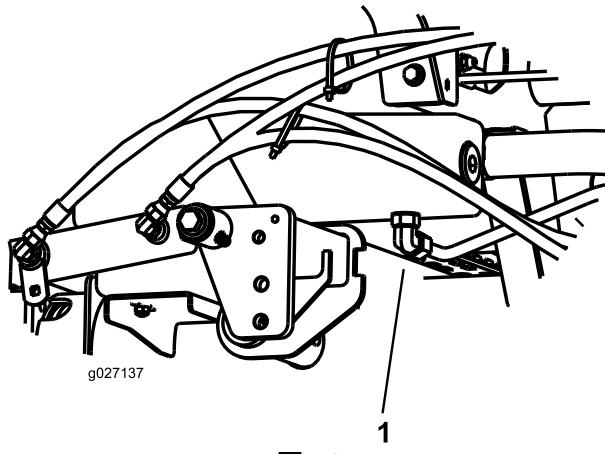

図 71
2. タンク(図71)の下についているフィッティングの下に、オイルを受ける大型の容器を置く。